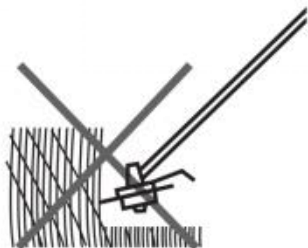

Fig. 46
7. Dłuższą trawę przycinaj etapami; nie ścinaj długiej trawy jednym cięciem (rys. 46).